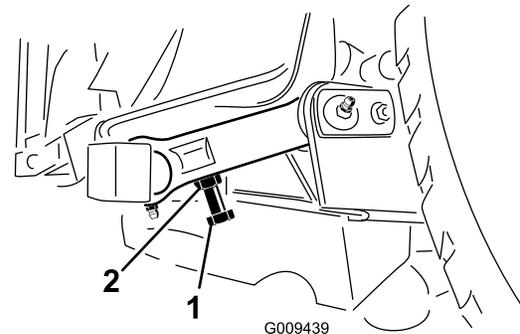

Figura 26
3. Per mettere a punto la distanza dovete accedere al bullone di regolazione, sull'attacco orientabile posteriore dell'apparato di taglio (Figura 26). Allentate il controdado del bullone di regolazione. Allentate o